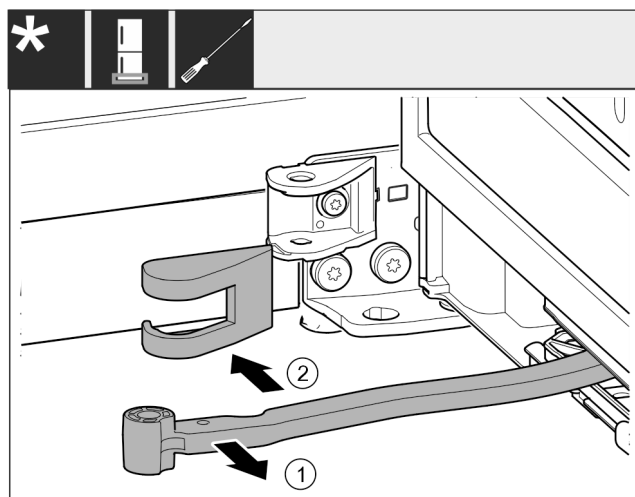

Fig. 18
- ▶ 将铰链 Fig. 18 (1) 转向门的方向。
- ▶ 移除托架盖 Fig. 18 (2)。